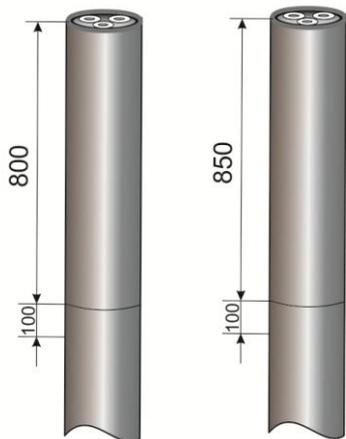

Рис.1
**1.Для кабеля без брони.** Распрямить конец кабеля на длине не менее 1000мм. На расстоянии 800мм от конца кабеля выполнить кольцевой надрез по оболочке кабеля. Зачистить оболочку наждачной бумагой на длине не менее 100мм (Рис.1).
**Для кабеля с бронёй.** Распрямить конец кабеля на длине не менее 1000мм. На расстоянии 850мм от конца кабеля выполнить кольцевой надрез по оболочке кабеля. Зачистить оболочку наждачной бумагой на длине не менее 100мм (Рис.1).